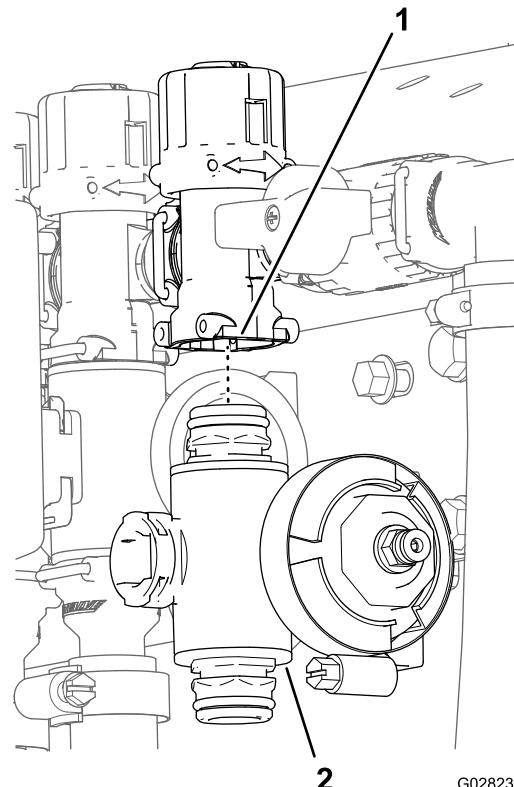

Figure 121
3. Pour les vannes de section de rampe droite et gauche, retirez les boulons à embase et les contre-écrous à embase qui fixent la ou les vannes de section au support, puis déposez le ou les collecteurs de la machine; pour la vanne de section centrale, déposez le collecteur correspondant de la machine (Figure 121).